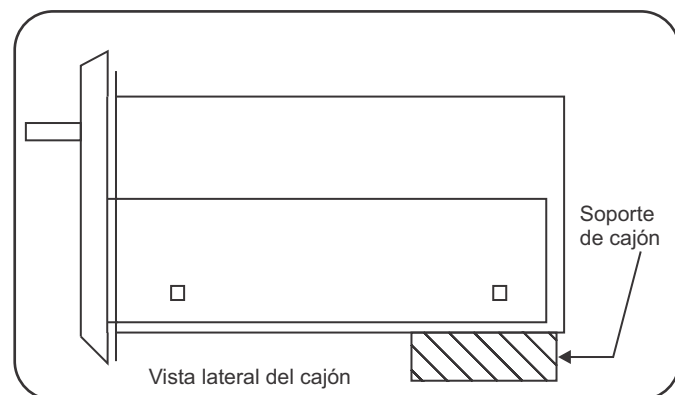

Figura 2 - Soporte de cajón
**NOTA:** se recomienda que proporcione un superficie segura para que apoyar la parte posterior del marco del cajón. Esto ayudará a soportar el peso del cajón, así como el peso de su contenido. La superficie debe ser 1/8" más alta que el corte de la abertura delantera. Esto asegurará que el cajón quede nivelado. Vea la Figura 2.
**CAJÓN DE TANQUE DE GAS PROPANO (LP) - MODELO NO. K00AA2914:** Consulte la hoja de suplementos provista con su cajón de tanque de propano para más instrucciones y métodos de instalación necesarios para los cilindros de propano.